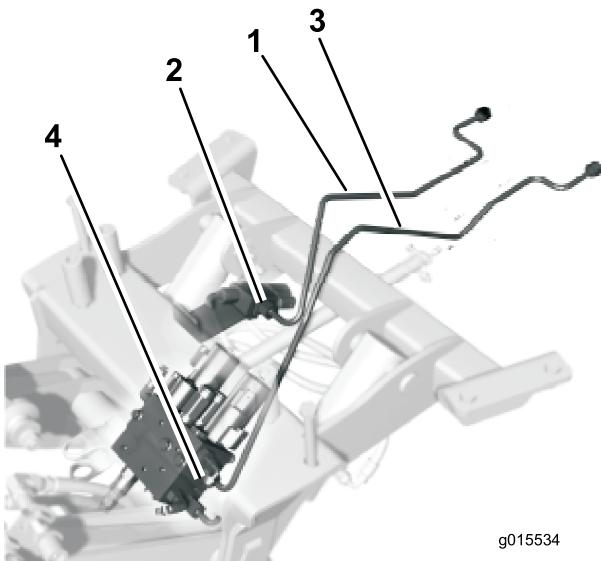

Figura 4
1. Instale sem apertar o tubo hidráulico mais curto no encaixe recto na válvula (Figura 4).
2. Instale sem apertar o tubo hidráulico mais comprido no encaixe recto no colector (Figura 4).
- Oriente o conjunto do tubo hidráulico mais curto (Figura 4) em redor e acima da barra de controlo da tracção.